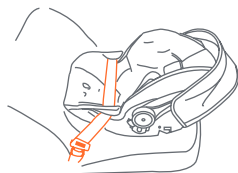

Fig. 43-1
- Un cinturón de seguridad de regazo con **retracción automática** puede ceñirse alimentando el cinturón de regreso al retractor al mismo tiempo que empuja la sillita de seguridad o la base hacia abajo con fuerza. Asegúrese de que el retractor bloquee el cinturón de regazo en su lugar y que el cinturón permanezca muy ceñido (Fig. 43-1).